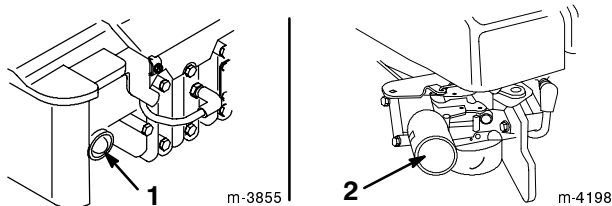

Figure 9
2. Pousser trois fois sur l'amorceur, à 2 secondes d'intervalle (Fig. 9).